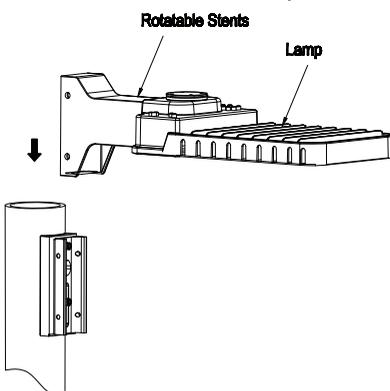

FIG. 11
2. Insérez le luminaire dans l'adaptateur (voir la FIG. 11)